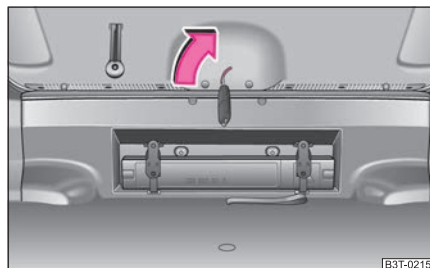

Abb. 33 Notentriegelung der Gepäckraumklappe
- Schieben Sie den Schlüssel in den Schlitz in der Verkleidung bis zum Anschlag ⇒ Abb. 33.